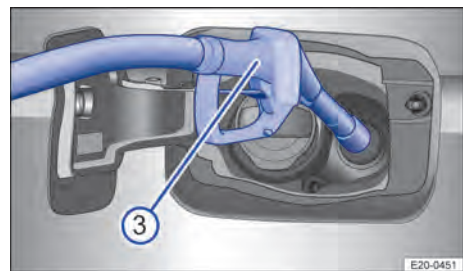

Abb. 174 AdBlue tanken mit der Zapfpistole.
1. Um eine optimale Betankung zu gewährleisten, Griff der AdBlue®-Zapfpistole nach unten halten → Abb. 174 ③.